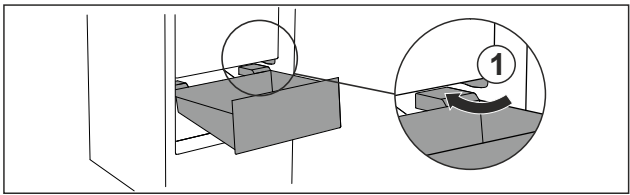

Fig. 136
- ▶ Introducir el cajón inclinado rodeando los topes Fig. 136 (1).